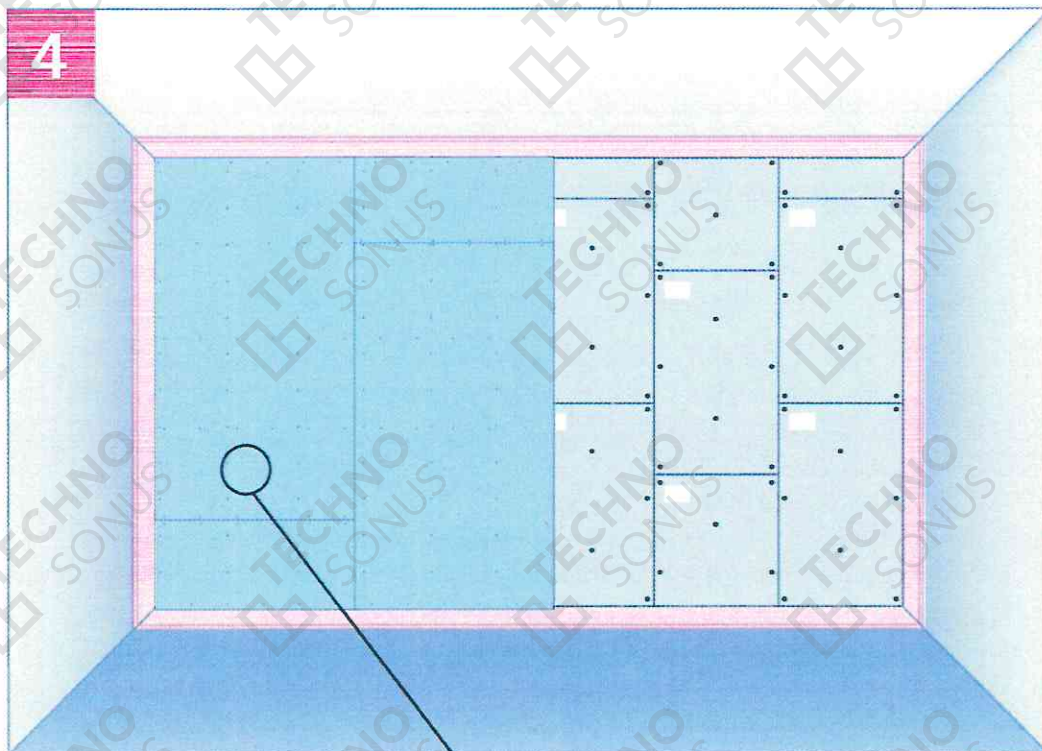

Рисунок 16 – Монтаж финишного слоя АкустикГипс ГКЛЗ
6.3. Установить и закрепить финишный слой листов АкустикГипс ГКЛЗ. Шаг саморезов не более 25 см по вертикали и 400 мм по горизонтали (рисунок 16). Лист не должен начинаться с утоненной кромки и не должен заканчиваться ей же. Вертикальная стыковка листов АкустикГипс ГКЛЗ возможна только по утоненной кромке. Не допускается стыковка утоненной кромки и отрезного края. Швы между листами не заполняются виброакустическим герметиком Сонетик. Для фиксации финишного слоя АкустикГипс ГКЛЗ применяются саморезы TC-XTN F 3,9x41. Шляпка самореза не должна быть утоплена в слой гипса более чем на 1 мм. Саморезы должны отстоять от края торцевой кромки листов на расстоянии не менее 15 мм и продольной (горизонтальной, утоненной) кромки – не менее 10 мм.